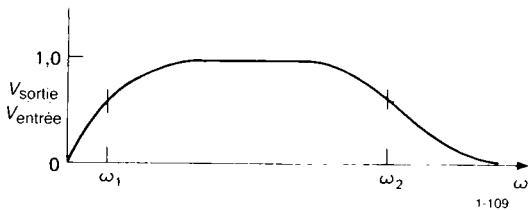

Figure 1.109
(6) Dessinez un filtre passe-bande  $RC$  (comme dans la figure 1.109) ;  $f_1$  et  $f_2$  sont les points à 3 dB. Choisissez les impédances de telle façon que le premier étage ne soit que peu affecté par la charge du second étage.